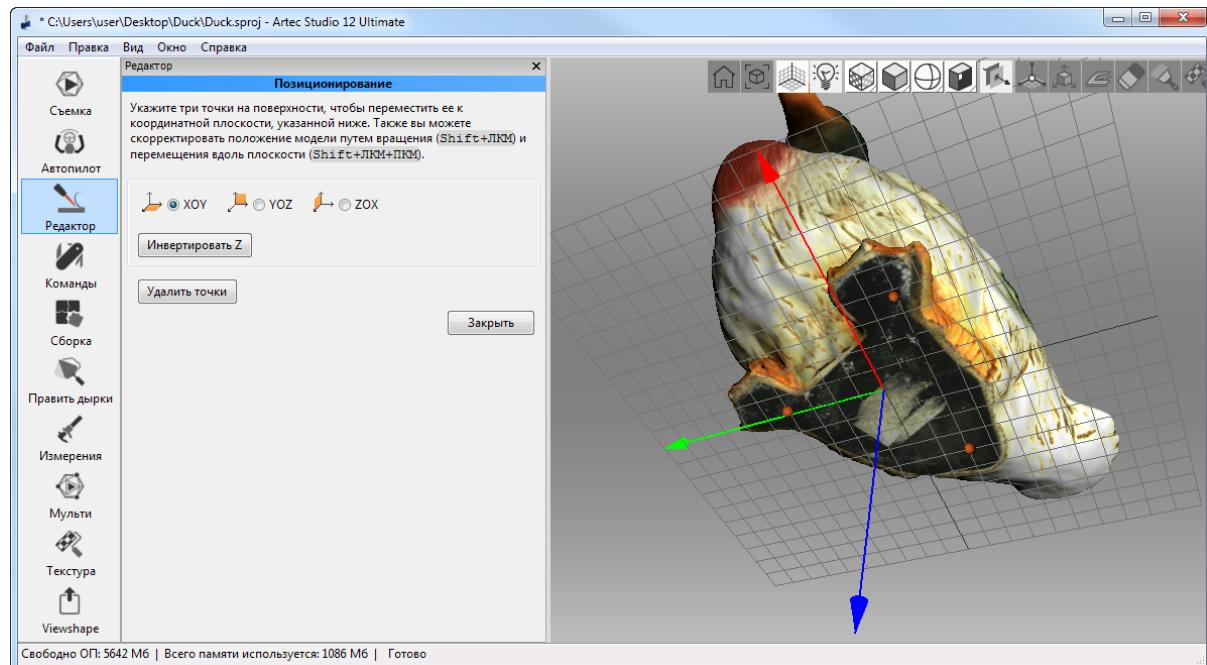

Рис. 8.52: Позиционирование модели в глобальной системе координат
3. Отметьте с помощью ЛКМ как минимум три точки на поверхности, и плоскость, проходящая через центр этого множества точек, построится автоматически (см. Рис. 8.52). При этом выполняются следующие условия: